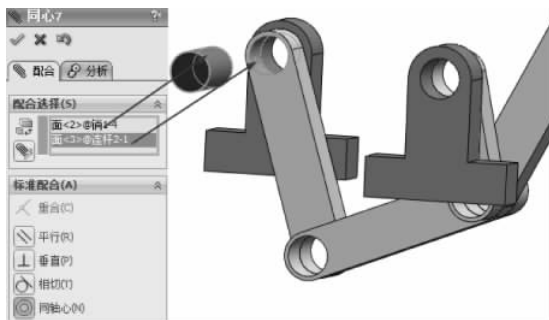

图 3-191 同轴心配合
(23) 单击【装配体】工具栏中的【配合】按钮,弹出【配合】的属性设置。选择【标准配合】选项组下的【同轴心】配合类型,在【要配合的实体】选择框中选择如图 3-191 所示的面,其他保持默认,单击【确定】按钮,完成同轴心配合。